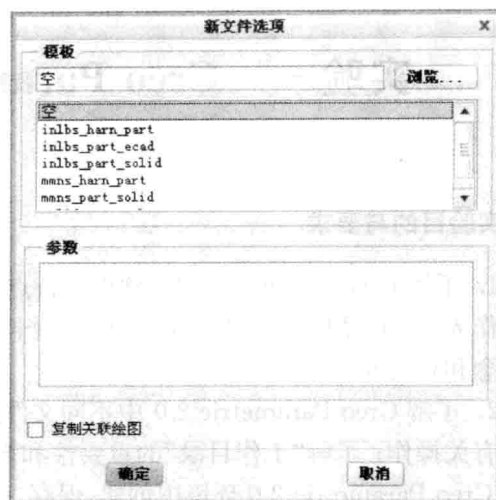

图 1-2 【新文件选项】对话框
(3) 系统随即弹出【新文件选项】对话框,在“模板”区域中选择“空”(不使用任何已有的模板),如图 1-2 所示。单击 **确定** 按钮,进入零件造型模块。